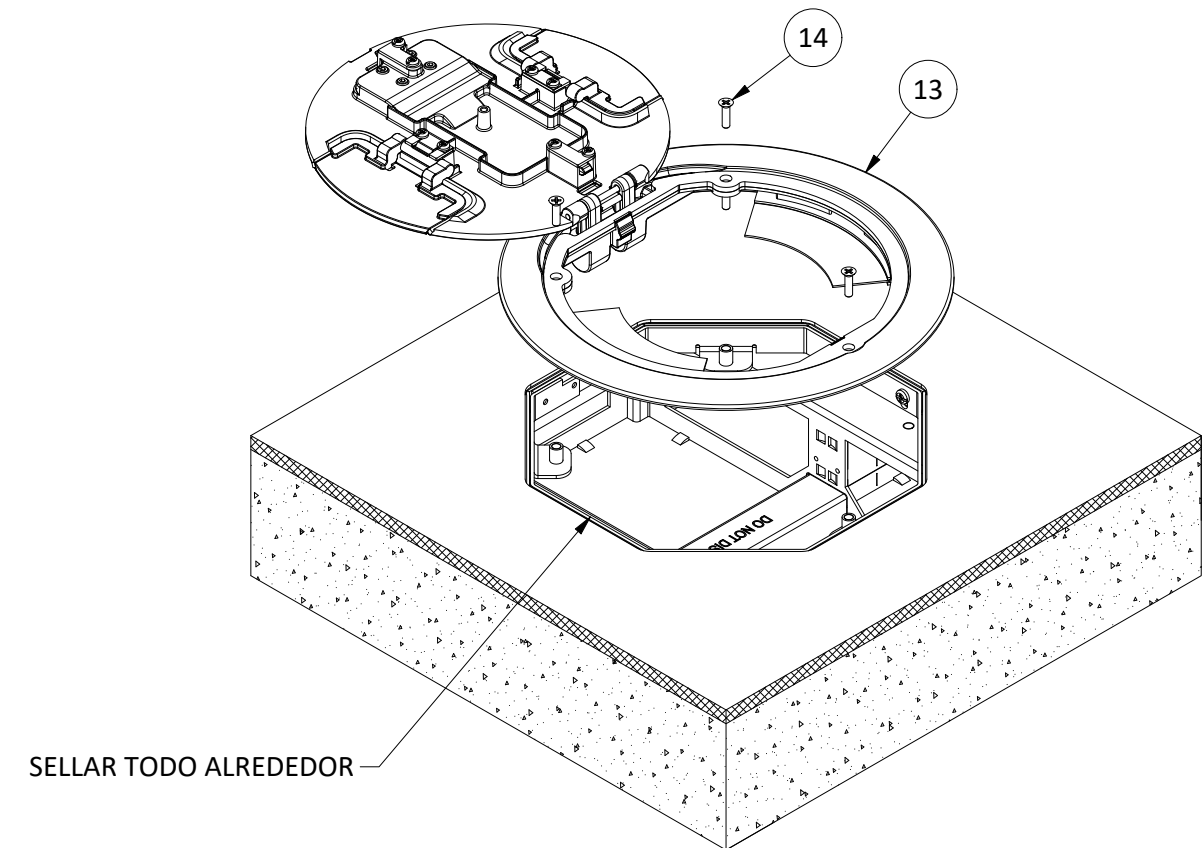

FIGURA 4
17. Selle el espacio alrededor del collarín de soporte de la cubierta [11] con una gota continua de sellador de silicona tipo RTV de grado eléctrico (VER FIGURA 4).